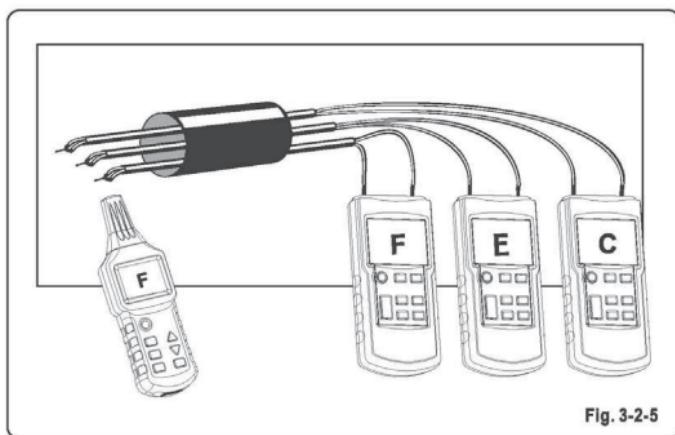

Fig. 3-2-5
*Conecte el emisor de la forma que se muestra en la Fig.3-2-5;